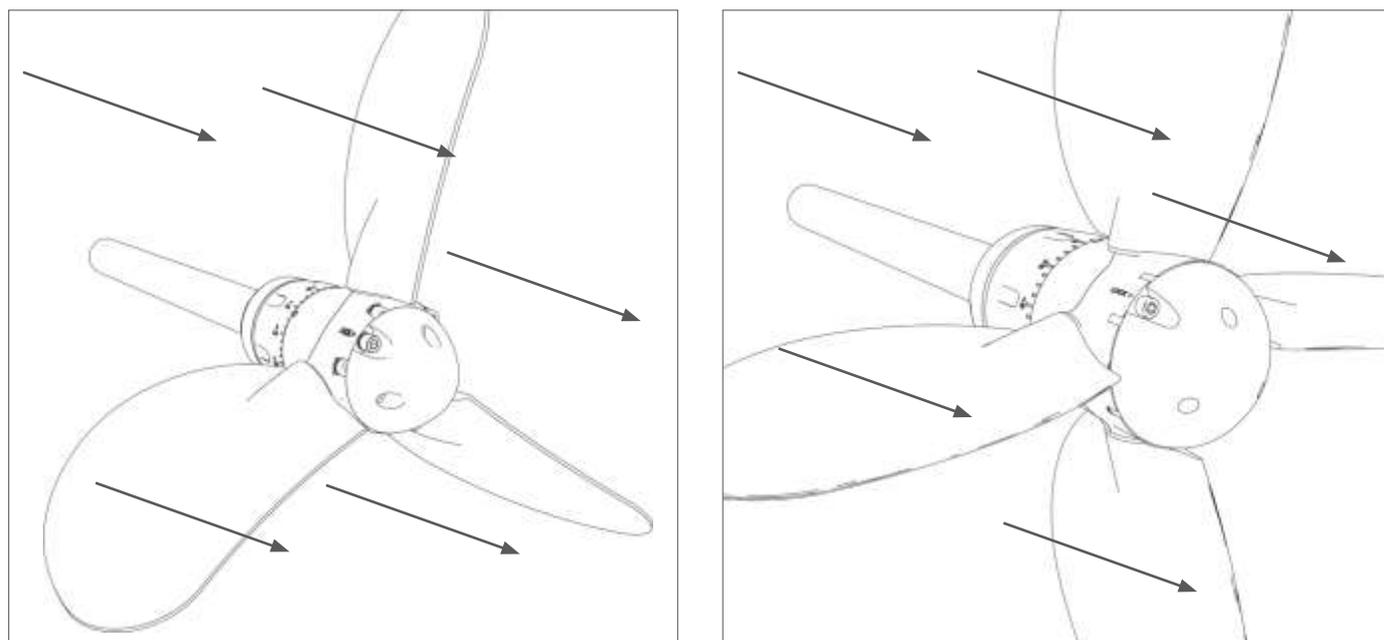

FIG. 28 Flujo del agua
- En este punto, las palas se dispondrán automáticamente en modo de bandera, ofreciendo la mínima resistencia al avance (**Fig. 28**).